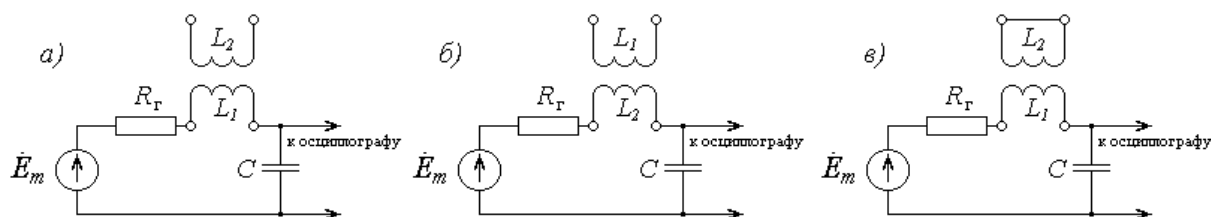

Рисунок 3.9 – Схемы для измерения индуктивностей первичной (а) и вторичной (б) обмоток трансформатора, а также индуктивности рассеяния (в)
- Смонтировать на лабораторном модуле схему для измерения индуктивности первичной обмотки трансформатора (рисунок 3.9, а). Изменяя частоту колебаний, вырабатываемых генератором, определите резонансную частоту f_{p1} по максимуму амплитуды сигнала, измеряемого осциллографом.